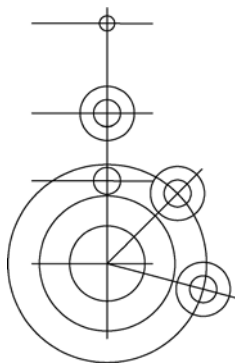

图 5-34 绘制已知尺寸各圆
5) 打开“对象自动捕捉”模式，捕捉各交点，绘出各圆，如图 5-34 所示。